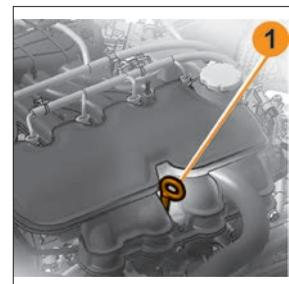

Рис. 4. Проверка уровня масла в картере двигателя
В варианте исполнении автомобиля LADA Vesta для зарядки аккумуляторов внешних периферийных устройств (ноутбук, планшетный компьютер, смартфон) предусмотрена розетка USB (рис. 4, поз. **2**) с номинальным напряжением 5 вольт (V) и номинальным током нагрузки не более 2 ампер (A). Для подключения заряжаемого устройства должен быть использован разъем USB, тип A.